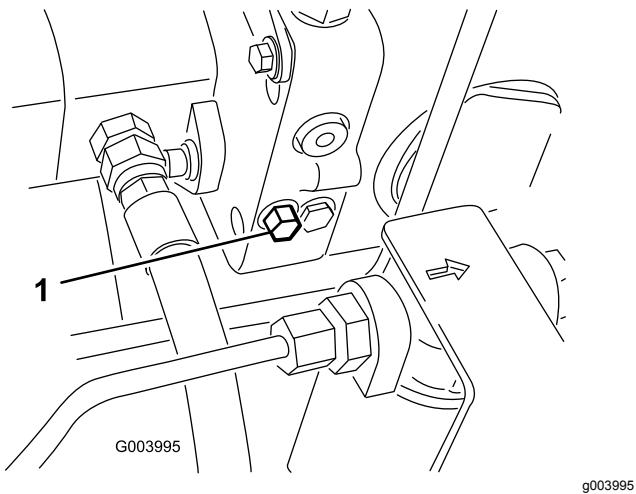

Figura 55
1. La válvula de desvío está situada en el lado izquierdo del hidrostato (Figura 55). Gire el perno una vuelta y media para abrirla y dejar pasar el aceite internamente. Puesto que el fluido se desvía, la máquina puede ser movida lentamente sin dañar la transmisión.